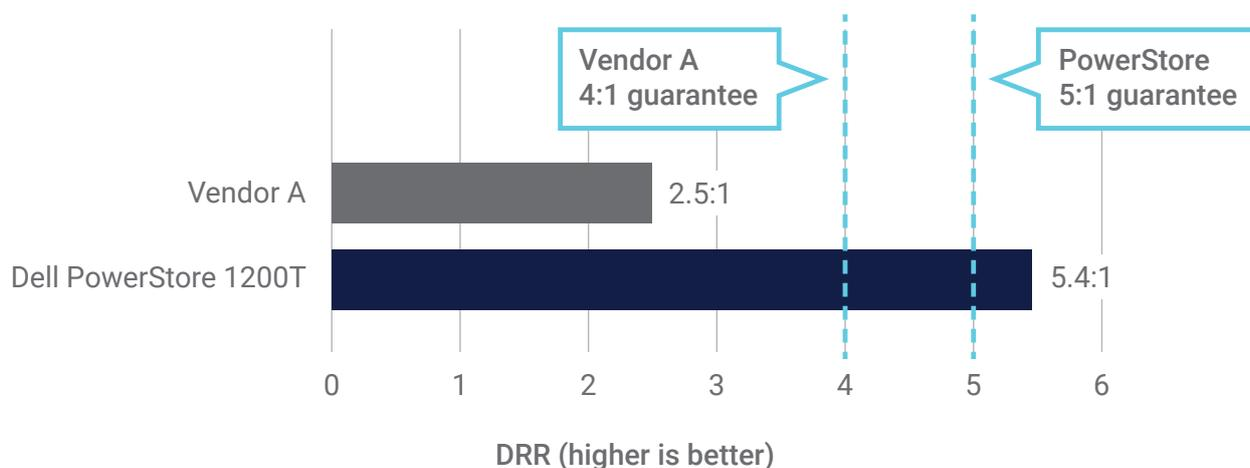

Figura 1 | Comparação entre as DRRs garantidas e medidas
A capacidade útil ou física de uma plataforma de armazenamento representa o volume de dados que ela pode armazenar de maneira integrada antes da aplicação da redução de dados. Já a capacidade lógica é medida depois que o sistema operacional (SO) do armazenamento aplica a compactação e deduplicação de dados aos dados redutíveis. Uma garantia de DRR promete que, usando compactação e deduplicação de dados, a capacidade lógica da plataforma de armazenamento será X vezes maior que sua capacidade útil. A versão mais recente do PowerStoreOS inclui um novo recurso chamado de compactação inteligente. Na plataforma PowerStore que nós testamos, o novo SO entregou uma redução de dados até 20% superior em comparação com a versão anterior do SO. De acordo com nossos testes, essa eficiência de dados aprimorada proporcionou uma DRR de 5,4:1 no conjunto de dados simulado (veja a Figura 1), o que oferece suporte à garantia atualizada de DRR de 5:1 da Dell Technologies.¹ A plataforma do Fornecedor A oferece uma garantia de DRR de 4:1; no entanto, a eficiência dos dados ficou aquém em nossos testes, com uma DRR de 2,5:1.² Consulte o Apêndice para obter detalhes sobre as configurações e os procedimentos dos testes.